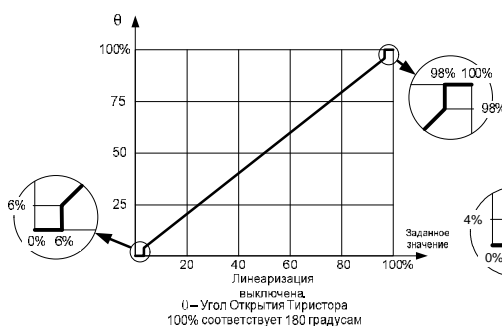

рис. 6
1. Без линеаризации - угол открытия прямо пропорционален входному воздействию (см. рис. 6)